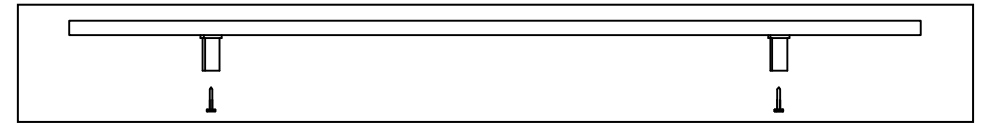

Рис. 1
- Разместите зажимные фиксаторы на поверхности потолка по месту установки осветительного прибора (рис. 1).